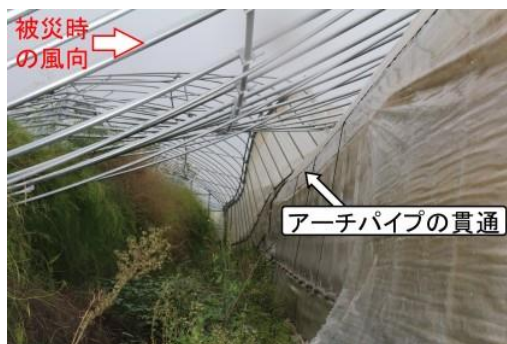

図2 負圧で被災したパイプハウスと気流の概要
- 風上側の障害物によって発生した気流は物体を引く圧力を有するため、ハウスが浮き上がり被害を受けます(図2)。